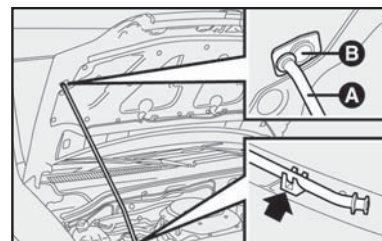

fig. 107
1) Manter levantado o capô com uma mão e, com a outra, tirar a vareta **A-fig. 107** da abertura **B** e repô-la no seu dispositivo de bloqueio.